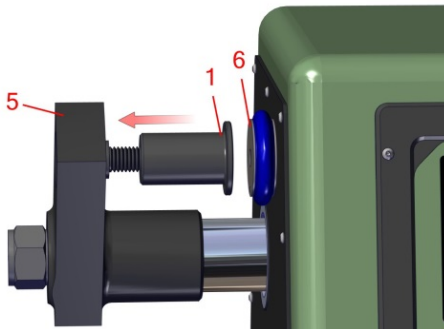

Figure 5.1.2
2. Installez le support de mors ajustable (Figure 5.1.2, N°1) sur le bras de serrage mobile (Figure 5.1.2, N°5) de l'appareil de mesure (voir Figure 5.1.2).
3. Choisissez soit les deux mors pour essai de résistance au cisaillement, soit les deux mors pour essai de résistance à la compression. Alignez les pions situés à l'arrière des mors avec les orifices situés sur le bras de serrage mobile (Figure 5.1.2, N°5) et le support du mors fixe (Figure 5.1.2, N°6). Glissez doucement les mors sur le bras de serrage mobile et le support du mors fixe.